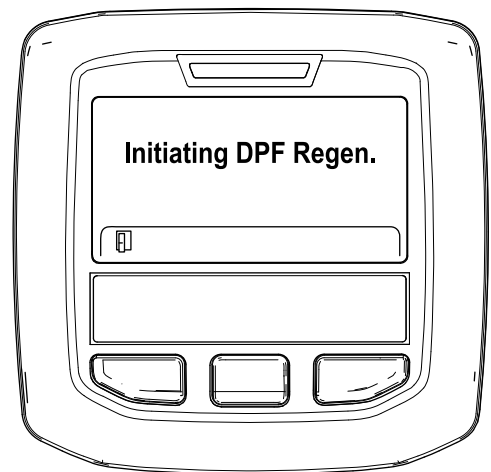

Figura 43
- A. Aparece el mensaje "Initiating DPF Regen." (Iniciando regeneración del FPD) (Figura 43).